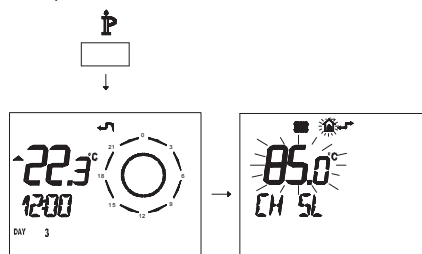

Figura 5.63
- Premere per più di 3 secondi il pulsante **IP** per entrare in modalità **INFO** (Figura 5.63).